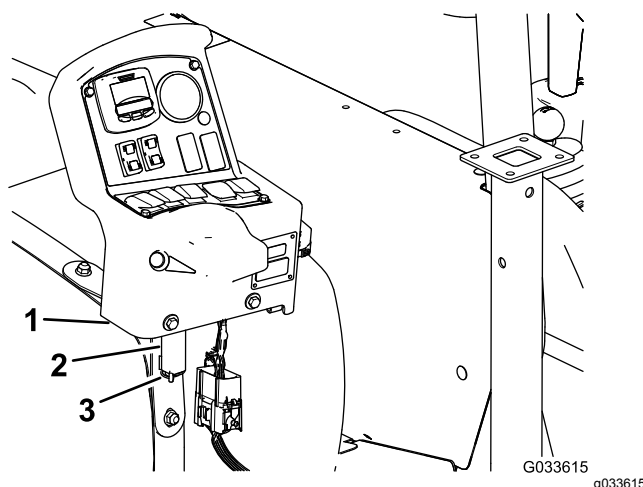

Figura 129
7. Rimuovete il quadro di comando dalla staffa di montaggio di comando sul cruscotto della macchina e allineate il perno di articolazione sul quadro di comando con la staffa d'immagazzinamento sulla fascetta del serbatoio anteriore (Figura 129); fate riferimento a Installazione del quadro di comando sulla macchina \(pagina 25\).
- Montate il quadro sulla staffa e fissate il perno di articolazione alla staffa con la coppiglia (Figura 129).